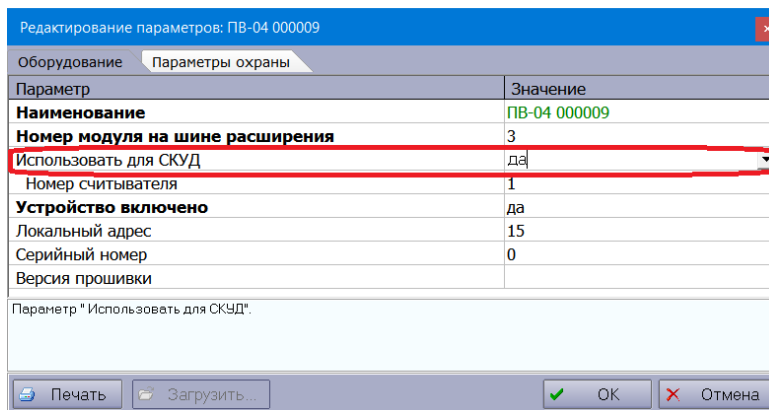

Рисунок 73 – Использование для СКУД
4.1 В АРМ «Конфигуратор» к прибору КОП, работающему в режиме СКУД, добавить считыватель ПВ ППКОП-04 и указать, что прибор будет использоваться для СКУД (см. рисунок 73).